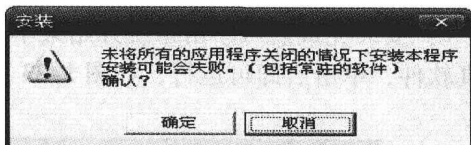
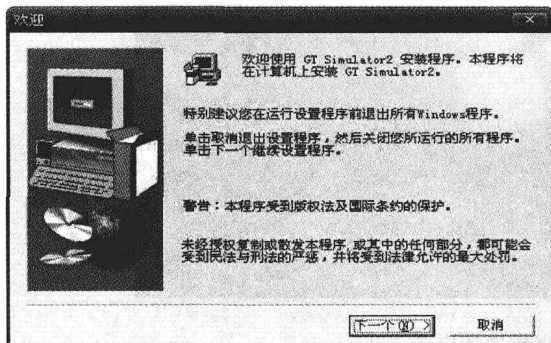

图 1-17 安装提示信息
图 1-18 欢迎安装界面
2) 初始安装界面完成以后将出现如图 1-17 所示的提示框信息，若提示“未将所有的应用程序关闭的情况下安装本程序可能会失败。”此时只需单击“确定”按钮即可。
3) 单击图 1-17 中“确定”按钮以后，将出现如图 1-18 所示的欢迎安装界面，只需单击“下一个”按钮即可。